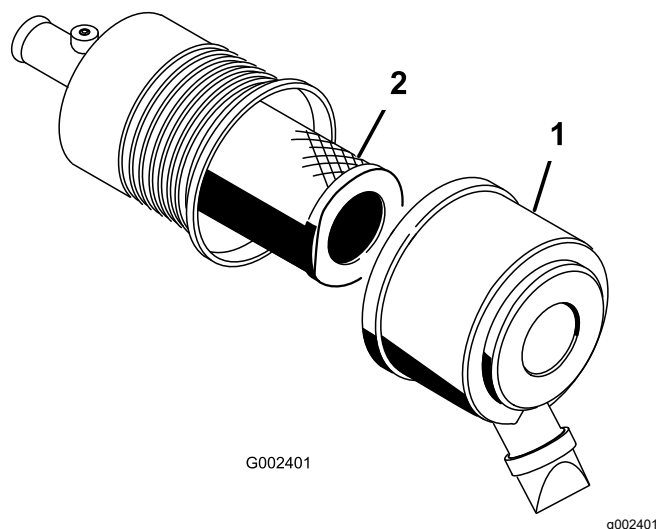

Figure 54
2. Desserrez les attaches qui fixent le couvercle sur le boîtier du filtre à air (Figure 54).
3. Déposez le couvercle du boîtier du filtre à air (Figure 54).
5. Déposez et remplacez le filtre (Figure 54).